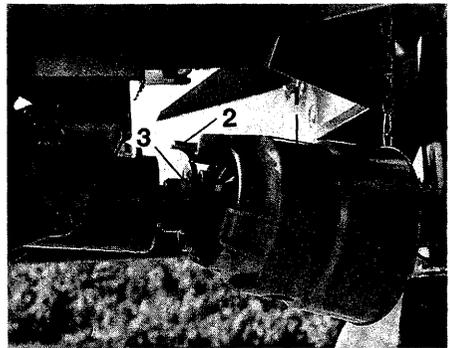

Fig. 5.3
- Faire glisser le bol de protection jusqu'au croisillon de la transmission comme indiqué à la fig. 5.3.